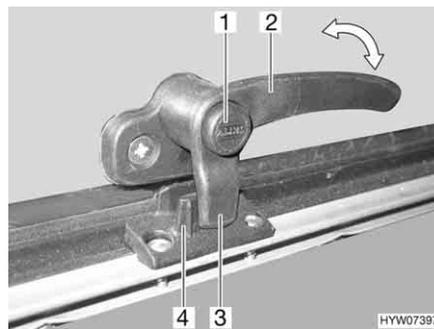
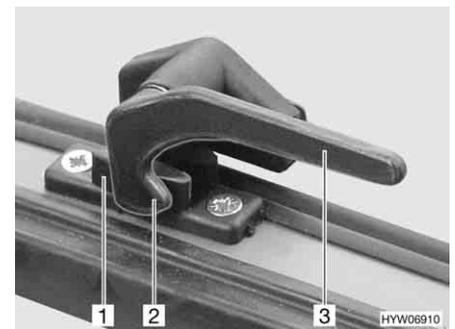

Fig. 68 Palanca de bloqueo con botón de seguridad en la posición de "cerrado"
Fig. 69 Palanca de bloqueo en la posición de "abierto"
- Si existe, pulsar el botón de seguridad (Fig. 68,1) y mantenerlo pulsado.
- Girar la palanca de bloqueo (Fig. 68,2 ó Fig. 69,3) un cuarto de vuelta hacia la mitad de la ventana.
- Girar la palanca de bloqueo (Fig. 68,2 ó Fig. 69,3) un cuarto de vuelta hacia el marco de la ventana. El saliente de bloqueo (Fig. 68,3 ó Fig. 69,2) de la palanca de bloqueo se encuentra en la cara interior del bloqueo de la ventana (Fig. 68,4 ó Fig. 69,1).
- En la posición "cerrada fijamente" (Fig. 68 y Fig. 69)